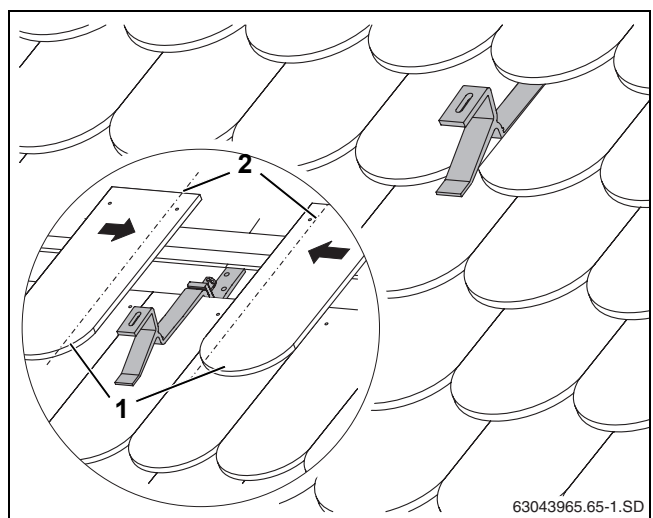

Fig. 19 Gancho de tejado con tejado cubierto
- ▶ Corte las tejas planas adyacentes (Fig. 19, [1]) (por la línea discontinua, Fig. 19, [2]).